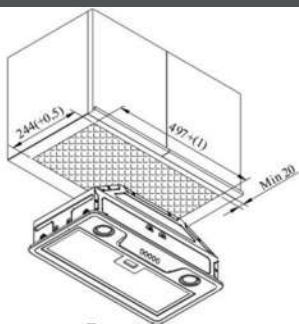

Рис. 3
2. Прodelайте отверстия в шкафу согласно эскизу. (Рис. 3)